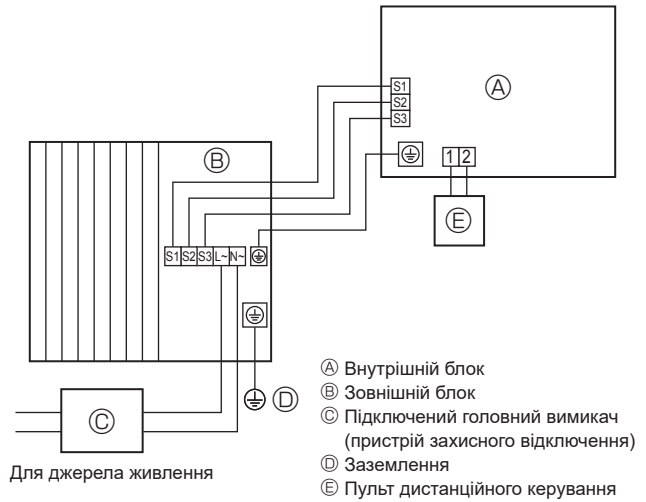
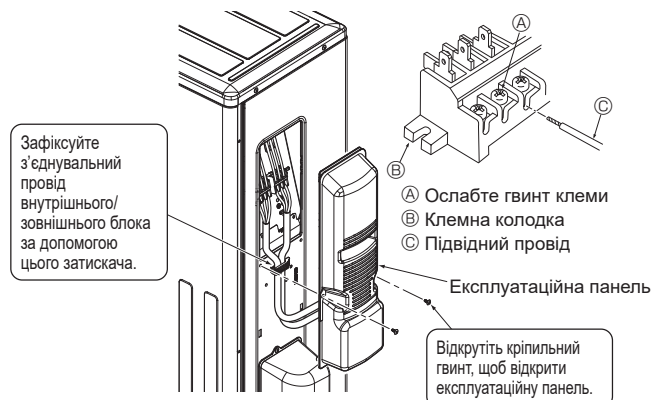

Fig. 6-1
Fig. 6-3
### 6.1. Зовнішній блок (Fig. 6-1, Fig. 6-2, Fig. 6-3)
- ① Зніміть експлуатаційну панель.
- ② Прокладіть кабелі як показано на Fig. 6-1, Fig. 6-2 та Fig. 6-3.